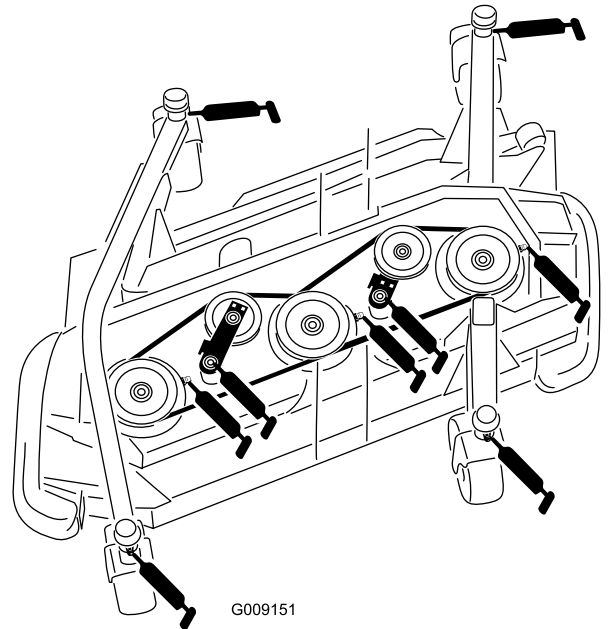

Bild 74
- Vier Laufradgabel-Wellenbüchsen (Bild 74)
- 3 Spindelwellenlager (im Spindelgehäuse), siehe Bild 74 .
- 2 Spannscheibenarm-Drehbüchsen (die sich auf der die Spannscheibe tragenden Drehgelenkwelle befinden), siehe Bild 74 .